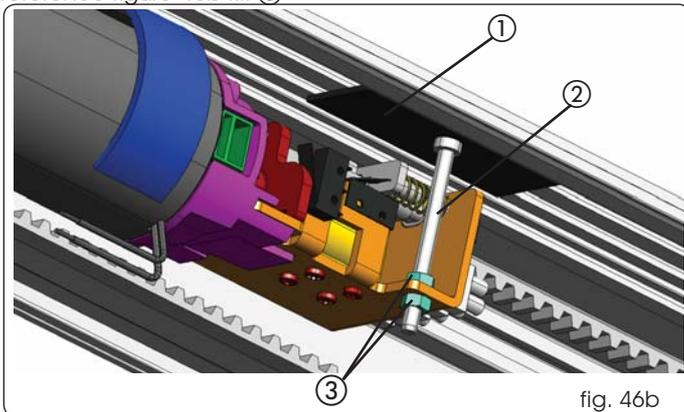

fig. 46b
Pour effectuer le réglage en hauteur de l'étrier de blocage du moteur, utiliser une vis de réglage. Appliquer une bande adhésive sur la partie supérieure du profil, comme le montre la figure 46b réf. ①. Monter la vis dans la partie supérieure de l'étrier final du blocage du moteur, avec la tête orientée vers le haut et en la faisant reposer contre la bande, comme le montre la figure 46b réf. ②. Effectuer ensuite le réglage au moyen des deux écrous montés sur la partie finale de la vis, référence figure 46b réf. ③.